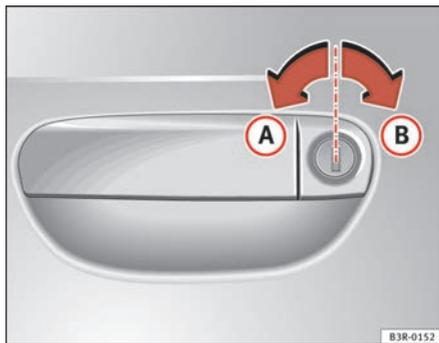

Fig. 70 Movimientos de la llave para abrir y cerrar
- Gire la llave hacia la izquierda en la cerradura de la puerta del conductor hasta alcanzar la posición de apertura **(A)** ⇒ fig. 70.
- Gire la llave hacia la derecha en la cerradura de la puerta del conductor hasta alcanzar la posición de cierre **(B)** ⇒ fig. 70 ⇒ **!**.
Para ello, gire la llave en la cerradura de la puerta del conductor **dos veces** sucesivamente hasta alcanzar la posición de cierre **(B)** ⇒ fig. 70.